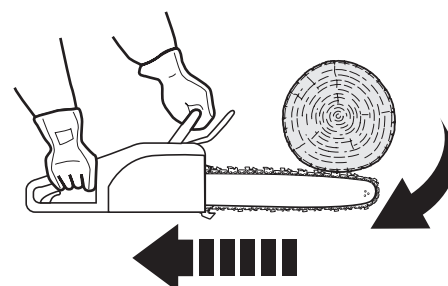

Fig. 34
- > El pinzamiento de la cadena de la sierra (3) a lo largo de la parte superior de la barra guía (4) puede empujar rápidamente la barra guía hacia el operador (Fig.34).